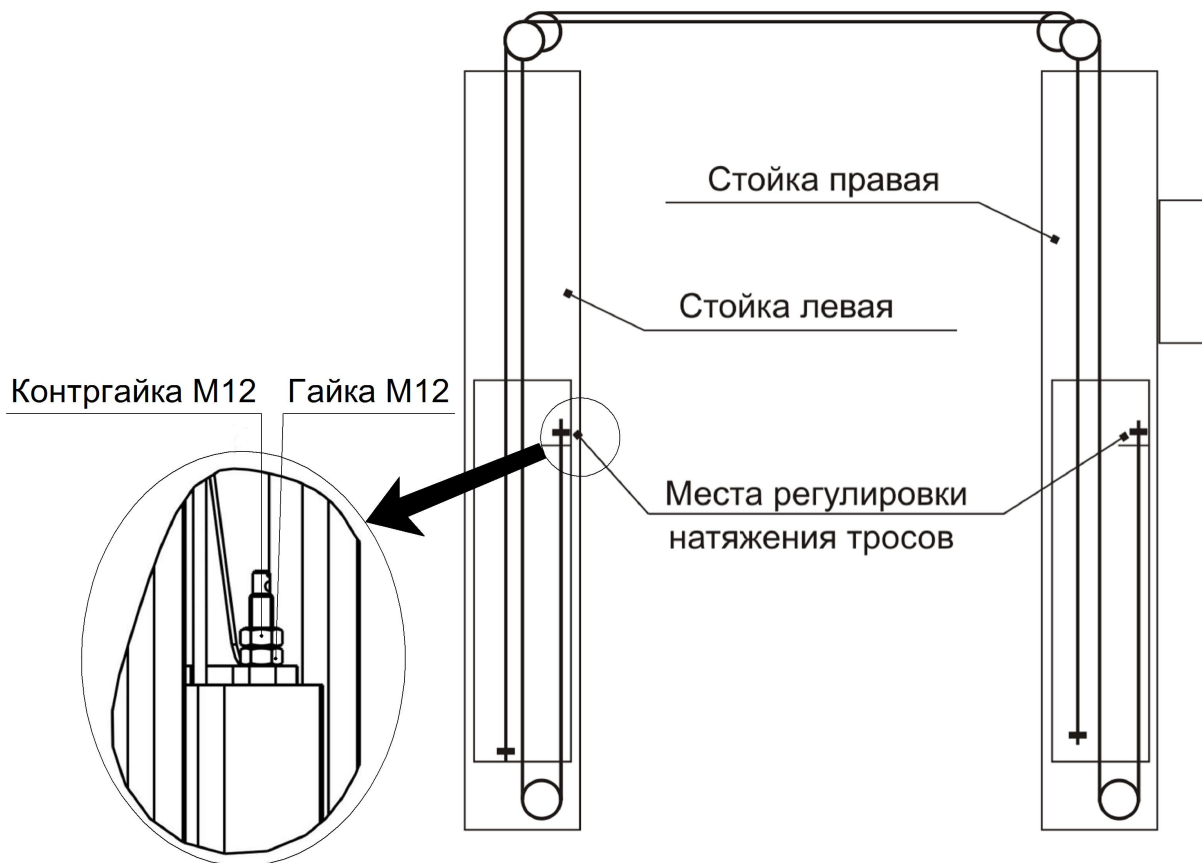

Рисунок 6.5 - Схема запасовки синхронизирующих тросов
6.7 Поднять погрузчиком или другими подъемными средствами каретки 4 и установить на защелки 14 (на высоте около 400 мм от пола). Установить тросы системы синхронизации кареток (рисунок 6.5). Для облегчения монтажа тросов в каретках использовать тонкую проволоку, продетую через отверстие в наконечнике троса, убедиться, что тросы расположены на блоках. Приподнять каретки 4 и рычагом 19 растопорив их опустить. Отрегулировать натяжение тросов, путем закручивания гаек М12, до одинаковой степени натяжения, затем законтрить. При чрезмерном натяжении тросов каретки движутся прерывисто. При недостаточном натяжении тросов одна каретка при движении может опережать другую.
7.2.1 Нажатием кнопки 20 поднять автомобиль, чуть выше требуемой высоты (защелки должны быть поджаты к стойкам, рисунок 6.5) и нажатием кнопки 21 опустить каретки 4 на защелки 14. Убедиться в том, что каретки 4 опустились на защелки 14 (при нажатии кнопки 21 каретки больше не опускаются). В этом случае гидравлическая система разгружена, вес автомобиля воспринимается стойками подъемника.